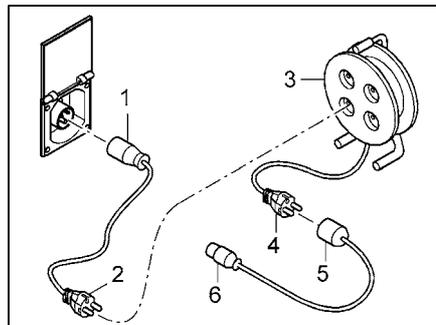

Fig. 98 Possibilités de raccordement 230 V
- Fiche de raccordement CEE 17 avec contact de mise à la terre (Fig. 98,1) – connecteur avec contact de mise à la terre (Fig. 98,2)
- Prise de courant avec contact de mise à la terre (Fig. 98,3) – connecteur avec contact de mise à la terre (Fig. 98,4)
- Fiche de raccordement avec contact de mise à la terre (Fig. 98,5) – connecteur CEE 17 avec contact de mise à la terre (Fig. 98,6)